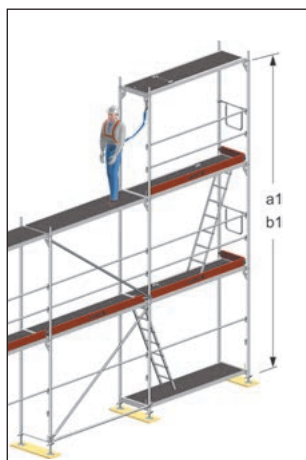

Bild 16: Anschlag über Kopf
- a1) Anschlag über Kopf: mindestens 5,25 m (Bild 16) und
- b1) Anschlag über Kopf: mindestens 4,75 m (Bild 16)